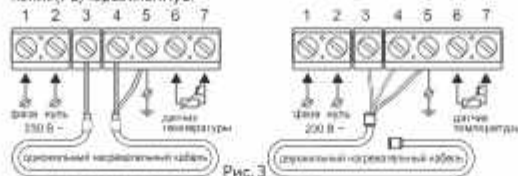

Рис. 3
1. Проведите соответствующие соединения, согласно схеме включения (рис. 3)